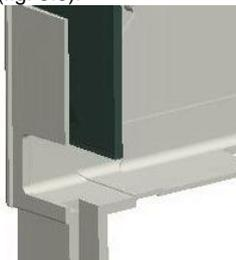

Fig. 3.4
- Le bord inférieur de la butée ne doit pas couvrir la fenêtre inférieure dans la paroi arrière du couvercle (pour les couvercles SF250, SF250/S, SF300) (fig. 3.4).